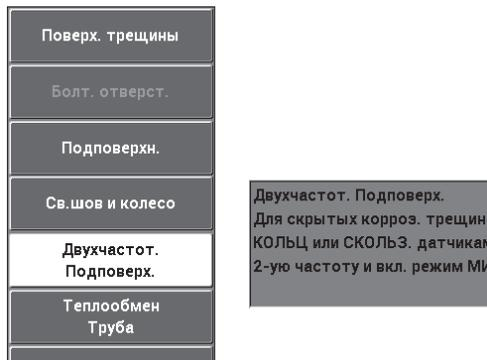

Рис. 5-115 Выявление подповерхностных трещин в двухчастотном режиме
2. Нажмите клавишу меню ADV SETUP () и выберите **ВЫБР ПРИЛ.** (клавиша A), чтобы открыть меню выбора приложений. С помощью ручки выберите **Двухчастот. | Подповерх.** и нажмите  для подтверждения (см. Рис. 5-115 на стр. 222).